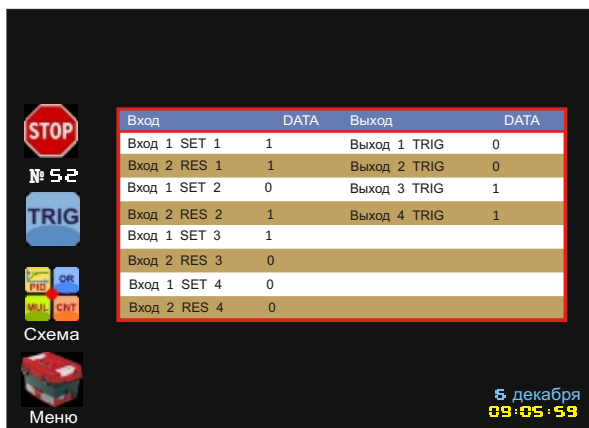

Рис. 76. Меню "Процесс" (Блок "Триггер").
9.3.13 В меню **Процесс** блок Триггер представлен в виде таблицы, в которой находится информация о состоянии 8-ми входов и 4-х выходов блока в данный момент времени (Рис. 76).
9.3.17 В меню **Процесс** блок Регистр представлен в виде таблицы, в которой находится информация о состоянии 8-ми входов и 4-х выходов блока в данный момент времени (Рис. 76).